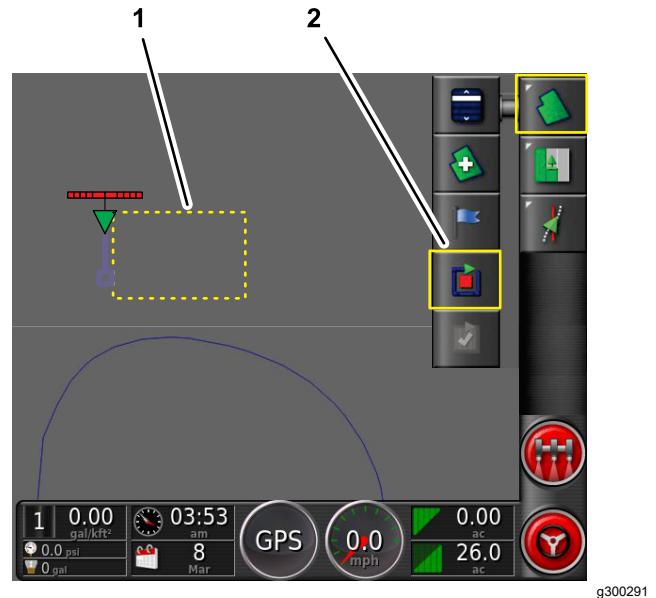

Figura 46
1. Sitúe la parte exterior central del neumático delantero izquierdo en el primer punto del perímetro de lados rectos, y pare la máquina (Figura 46).